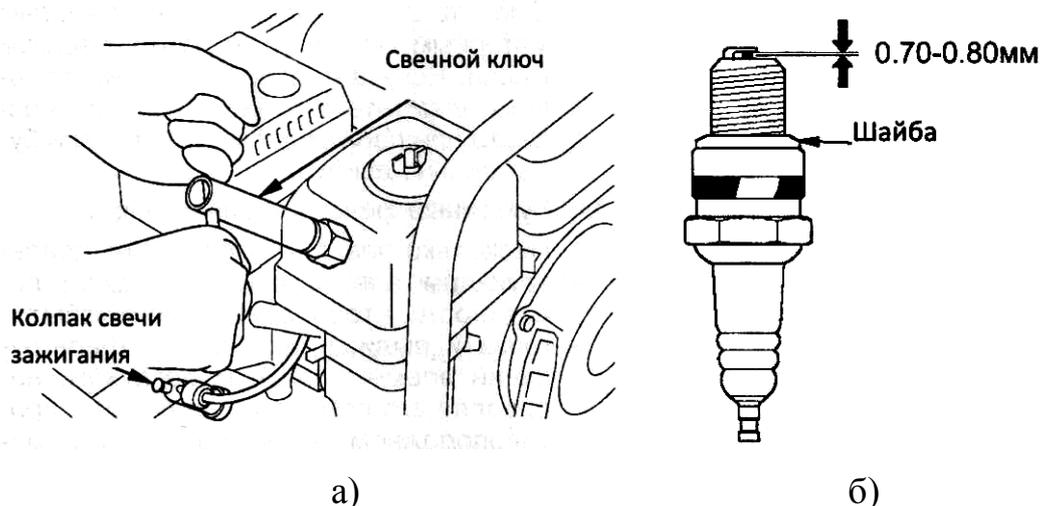

Рисунок 2.25 – Обслуживание свечи зажигания
2. Снимите свечу зажигания свечным ключом (рис. 2.25а).
4. Измерьте электродный зазор свечи зажигания подходящим измерительным прибором. Зазор должен быть от 0.7 до 0.8 мм. При увеличении или уменьшении требуемого зазора рекомендуется заменить свечу, так регулировка зазора может привести к изменению качества искрообразования (рис. 2.25б).